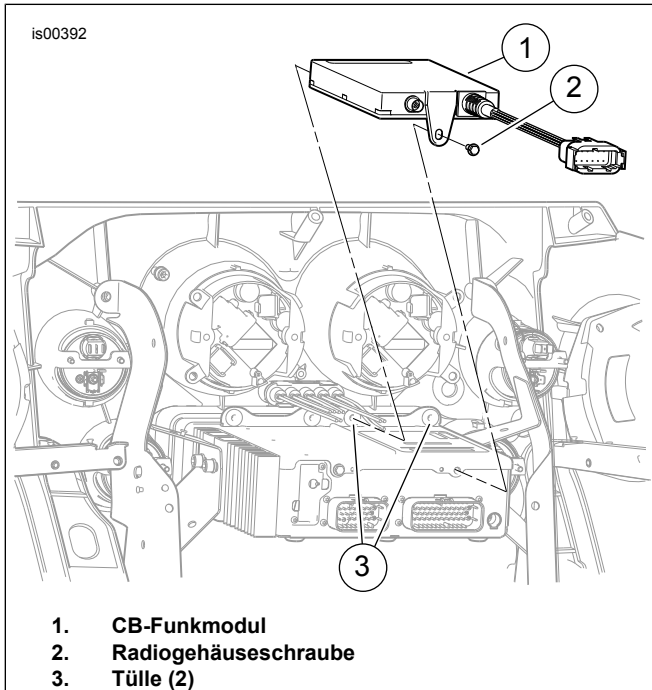

Abbildung 1. CB-Funkmodul, Einbau
3. Siehe Abbildung 1. Das CB-Funkmodul (1) auf dem AM-FM-Radiogehäuse ausfindig machen:
- a. Die Schraube (2) an der Rückseite des Radios entfernen.
- b. Das CB-Funkmodul so auf das AM/FM-Radio setzen, dass die Metallkegel an einem Ende des Moduls fest in die Gummitüllen (3) rechts außen an der Radiovorderseite passen.
- c. Das Modul mit der Radiogehäuseschraube (2) am Radio befestigen. Auf ein Drehmoment von 4,0–5,1 N·m (35–45 in-lb) anziehen.